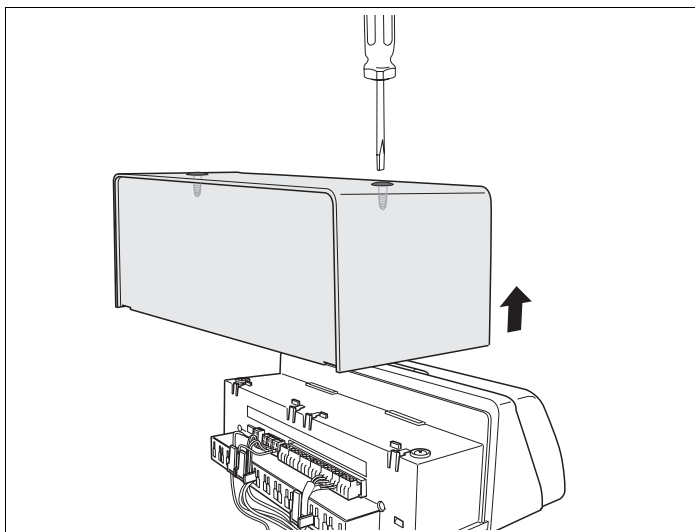

Abb. 4 Abdeckhaube abnehmen
- 2 Schrauben an der Oberseite der Abdeckhaube lösen (Abb. 4).